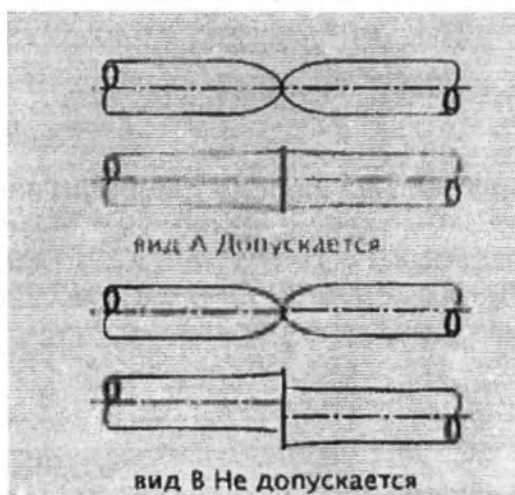

Рисунок 3 – Пример соединения трубок магистральных
- сравните соединительный шов с рис. 3.